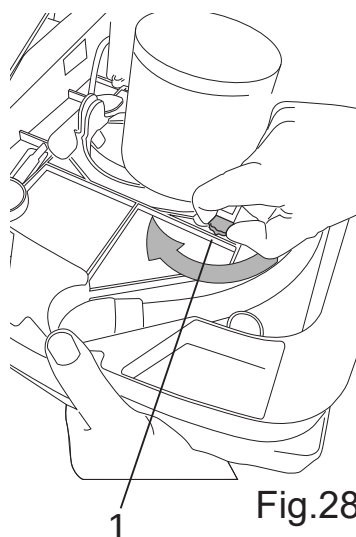

Fig.28
Det går att variera dragkraftens styrka genom att vrida knappen (bild 28-ref.1). Knappen är uppdelad i två delar, en grön och en gul:
- Tryck borsten/motorn med en hand uppåt och vrid knappen (bild 28-ref.1) med den andra handen till önskat läge.